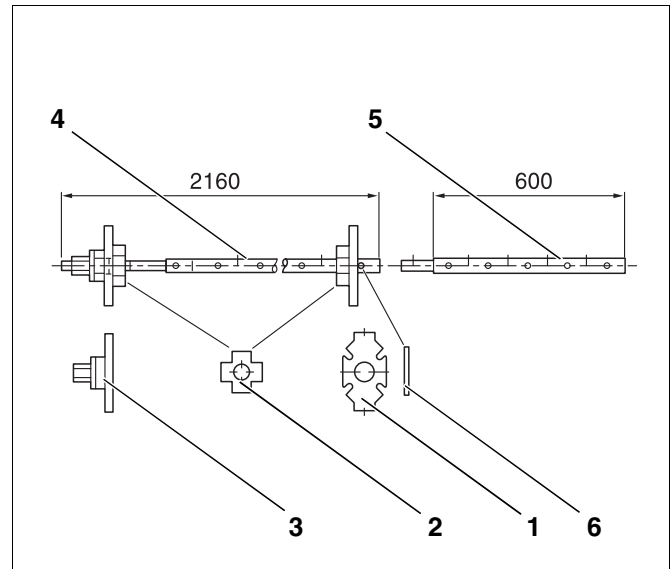
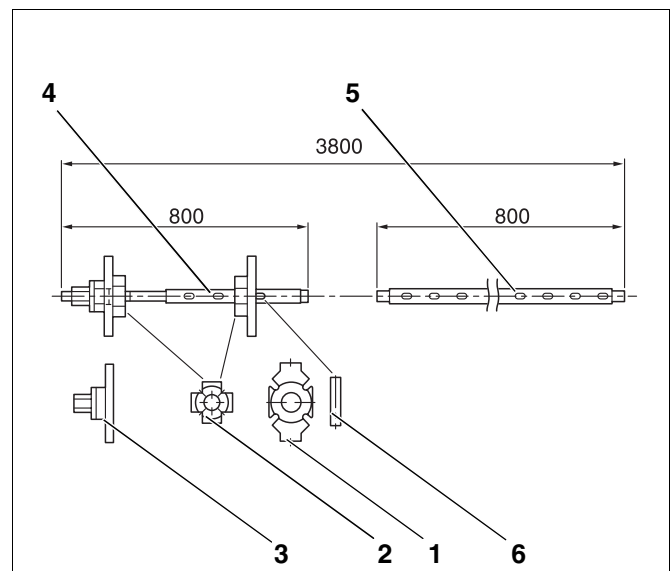

Abb. 4 Kesselpresswerkzeug Größe 2.2 (Maße in mm)
Abb. 5 Kesselpresswerkzeug Größe 2.3 (Maße in mm)
- Kesselpresswerkzeug 2.2 (Abb. 4, Seite 14) oder 2.3 (Abb. 5, Seite 14)